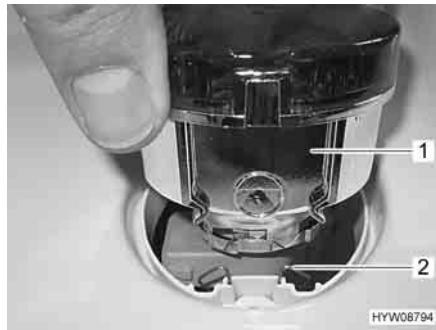

Fig. 184 Luci posteriori e molle d'arresto
- Premere l'alloggiamento (Fig. 184,1) delle luci nella cavità del paraurti, fino all'arresto. Allineare l'alloggiamento alle molle d'arresto (Fig. 184,2).